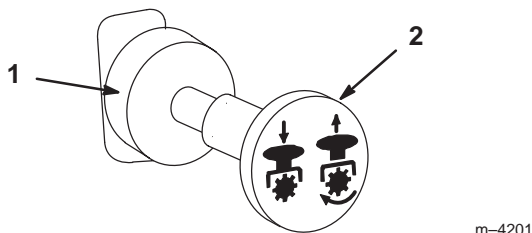

Figure 14
- Tirez sur la commande de prise de force (PDF) pour l'engager (Fig. 14).
Repoussez la commande de PDF pour la désengager (Fig. 14).